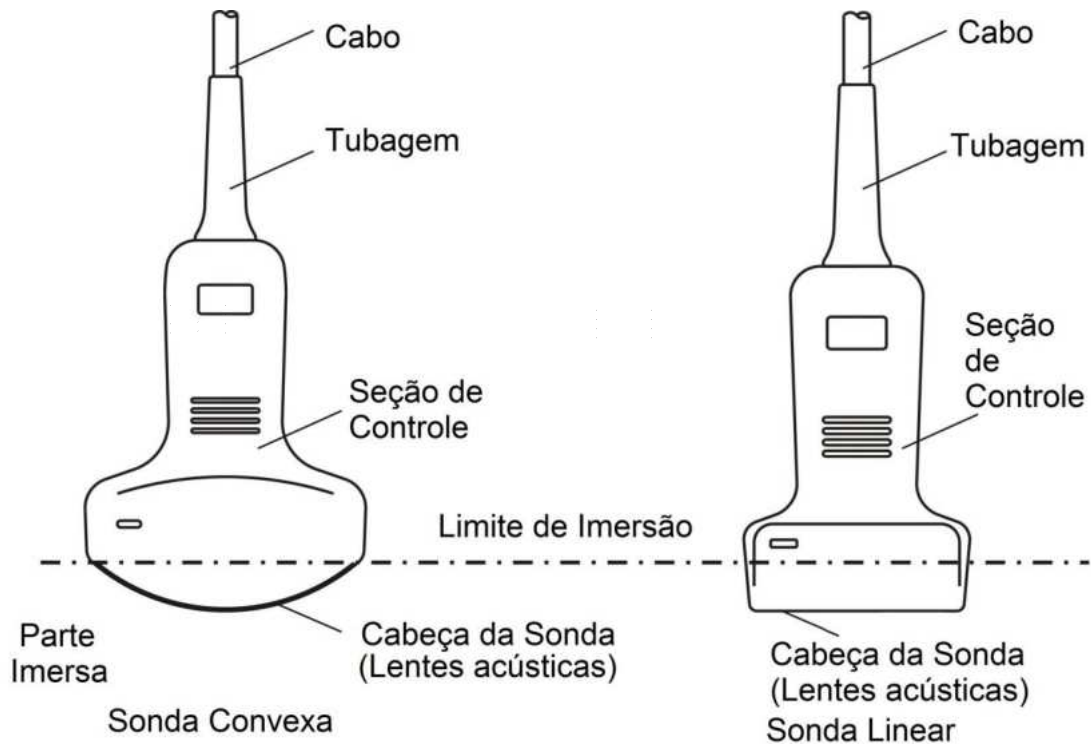

Fig.3-3 Estrutura do transdutor
- g) O transdutor não pode ser imerso em água sobre o limite de imersão na água, como mostrado na Fig. 3-3. O tipo de transdutor impermeável é IPX7. Se o transdutor estiver imerso em água sobre o limite de imersão de forma descuidada, isso pode causar falha ou problema potencial. No caso desses problemas ocorrerem, entre em contato nosso pessoal imediatamente;